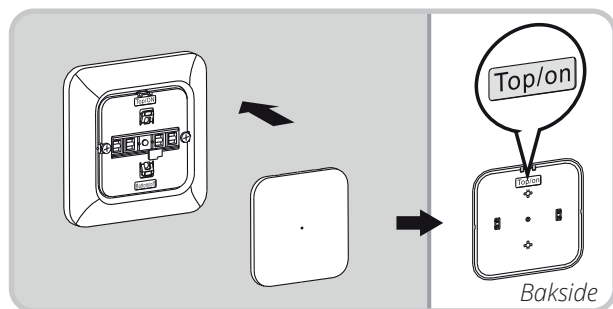

Fig. 13
- Trykk fast trykknappen på innsatsen (se fig.13).